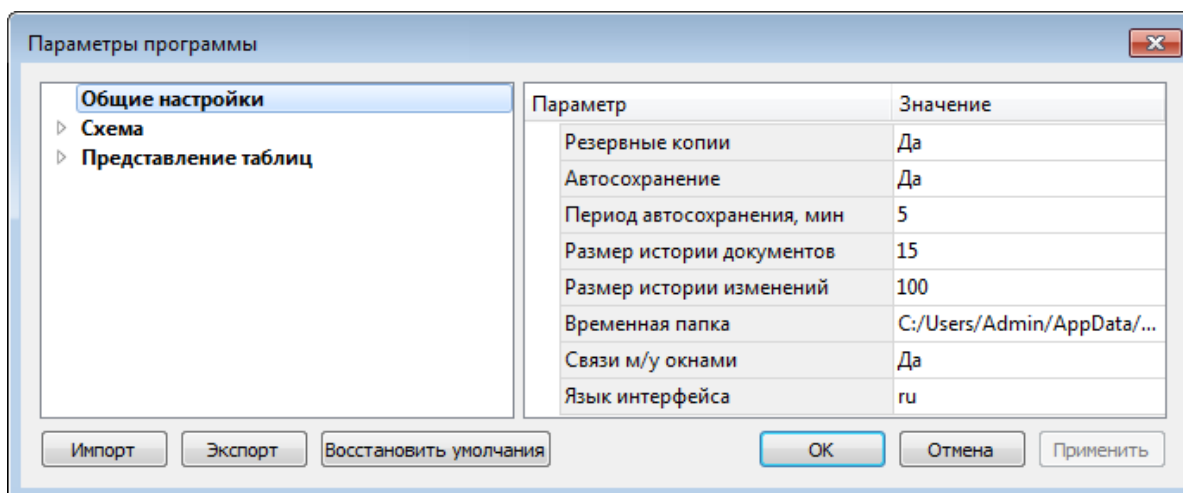

Рисунок 4.1
- Вызовите команду. Откроется диалоговое окно **Параметры программы** (см. рис.4.1).